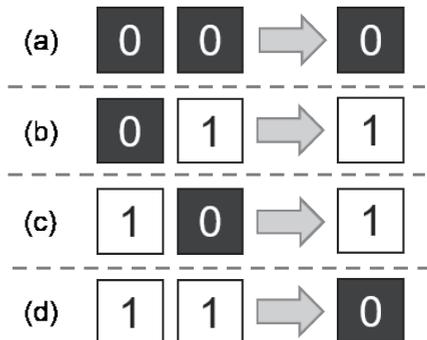
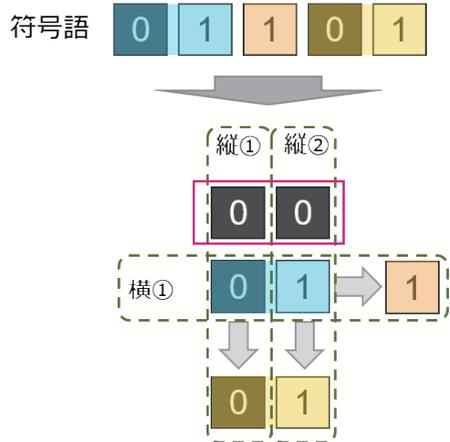
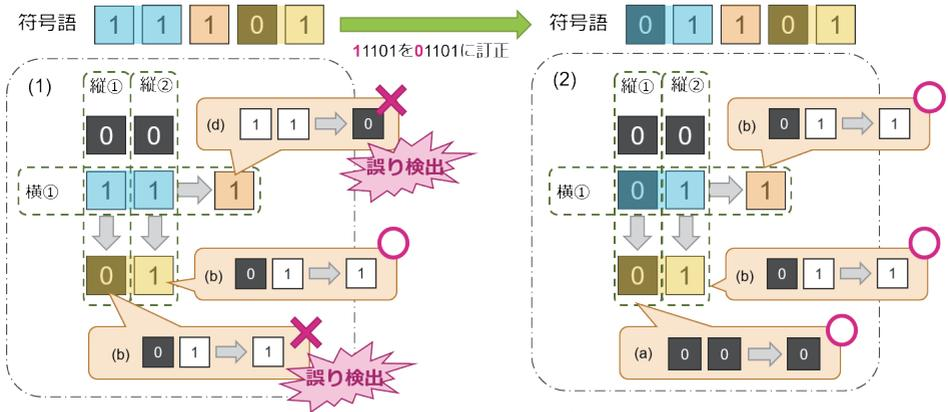

図5: 使用するルール
図 7: 誤り訂正時のルール
図 8: 誤りを訂正する様子
誤りを検出するために、データが誤っていることを表すヒントをデータへ付与してみます。今回は図5に示すルールにもとづき、2bitのデータに対して1bitのヒントを付与することにします。例えば入力データを「01」というデータとします。「01」はルール(b)が該当するため、ルール(b)からヒントとして「1」を付与し、「011」を作成します。このヒントを付与したものを「符号語」と呼びます。では、この符号語を実際に通信路に通して、誤りを検出できるか確認してみましょう。
前節の「2bit 以上のヒントを入力データに追加することで誤り訂正できるか」を動機づけとして、今回は誤り検出用に作成した 1bit のデータと 2bit の入力データの合計 3bit をヒントとして入力データに付与することとしてみます。具体的には、入力データを "01" とすると、図 5 に示したルール (b) から "1" が得られます。この後ろに入力データ "01" を付けた "101" を改めてヒントとします。そして、入力データ "01" にヒント "101" を付与した "01101" を符号語としてみます。
続いて図 7 のように符号語を配置して、縦と横でそれぞれ図 5 に示すルールに従っているかを確認します。なお、図中の "00" は読み出し時に通信路の外で付与するもので、これに誤りが生じることは無いものとします。また "01" の "1" を 1bit 目 (図 7 の縦②に対応)、"0" を 2bit 目 (図 7 の縦①に対応) と呼ぶこととします。
いま、通信路から符号語 "11101" が出力されたとします。この符号語を前述の図 7 の手続きに従って 図 8 左の (1) のように配置します。次に、(1) の横①がルールに従っているかを確認します。(1) の青塗りの部分は "11" なのでルール (d) に該当します。ルール (d) からは "0" が得られますが、横①では "1" となっているためルールに従っていません。以上から、この符号語に誤りがあることが確認できました。
1 図 7 で入力データ "01" の上に黒マスの "00" が付与されていますが、入力データが何であれ縦①と縦②において図 5 のルール (a) あるいは (b) に従った結果得られる数値が、入力データと同じになること (ここでは "01" と同様に縦①が "0"、縦②が "1" となっていること) がミソです。
以上から、符号語"11101"の先頭の"1"に誤りがあるため、これを"0"に訂正します。訂正した符号語01101を再度同様の手続きで図5のルールに従っているかを確認します(図8(2))。すると横①・縦①・縦②はそれぞれルール(b)・(a)・(b)に従っているため、訂正後の符号語"01101"には誤りがないことが確認できました。以上から入力データに2bit以上のヒントデータを追加することで、1bitの誤りを訂正できました。このように、誤りを検出し、かつ訂正することができるヒントデータがECCに該当します。